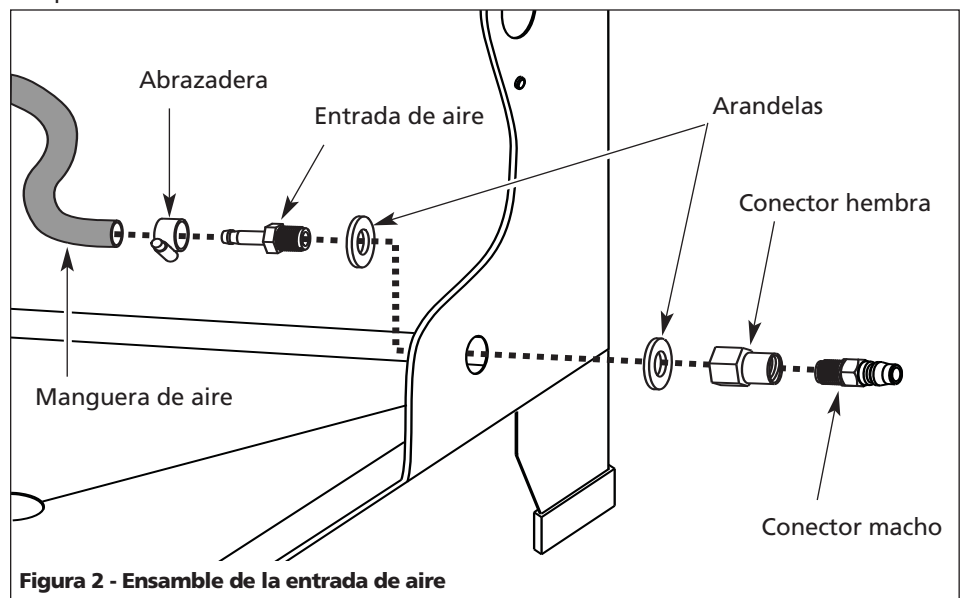

Figura 2 - Ensamble de la entrada de aire
- Coloque los ensambles de la pistola y la manguera en la caja, introduciendo el tubo de inmersión debajo de la bandeja de piezas de tela de alambre. Coloque una arandela en el extremo roscado del conector de entrada de la caja, luego empuje el conector a través del orificio del lado inferior derecho de la caja. Coloque la otra arandela en el extremo que sobresale del conector (via Figura 2).
de la caja y ajuste en forma segura. Asegúrese de que las partes planas de la llave del conector hembra queden empotradas en la caja (ver Figura 2).